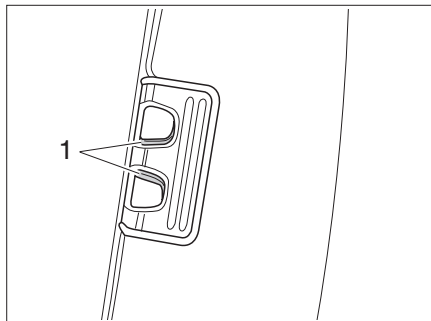

Fig. 3 Estor plegable, bloqueo
- ▶ Apretar y elevar ligeramente el bloqueo (Fig. 3,1).